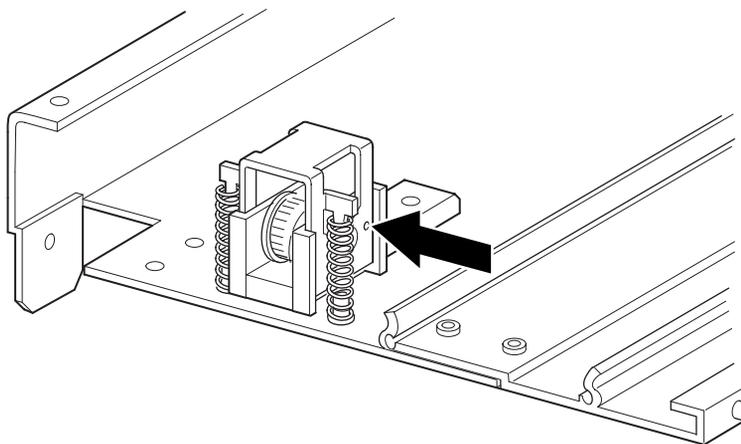

Figure 2-19 : Point zéro du tendeur et de la poulie libre
2. Insérez un trombone de grande taille dans les trous. Cela place la poulie libre en position zéro (voir la Figure 2-19).